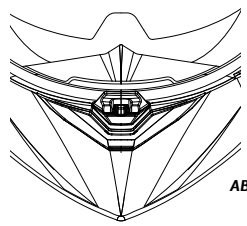

ABBILDUNG 2
Befestigen Sie das freie Ende des Riemens erst nach der Überprüfung der richtigen Spannung des Riemens, indem Sie den Druckknopf an der Lasche schließen (Abbildung 2).
**BELÜFTUNGSÖFFNUNG VORNE KINNSCHUTZ — E — Abbildung 2/3**
- Abbildung 2: Belüftungsöffnung, vollständig geschlossen.